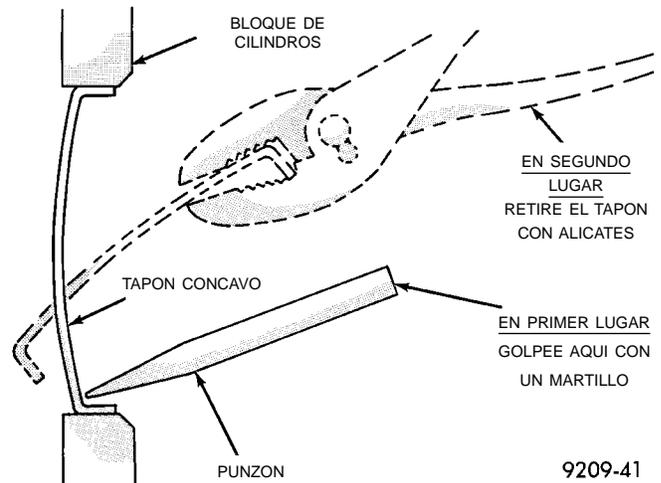

Fig. 48 Desmontaje del tapón del orificio del núcleo flujo limitado de refrigerante y pueden ocasionarse serios problemas en el motor.
(1) Con una herramienta sin punta como un punzón o un destornillador y un martillo, golpee el borde inferior del tapón cóncavo (Fig. 48).
(2) Con el tapón cóncavo rotado, tome firmemente el tapón con unos alicates u otra herramienta apropiada y retírelo (Fig. 48).